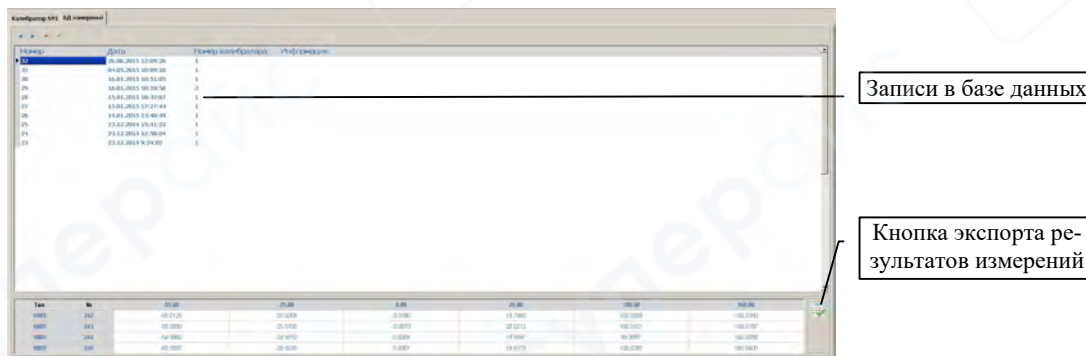

Рис. 15
4.4.7 Программа ведёт базу данных измерений, проводимых подключёнными к ней калибраторами. Рис. 15.